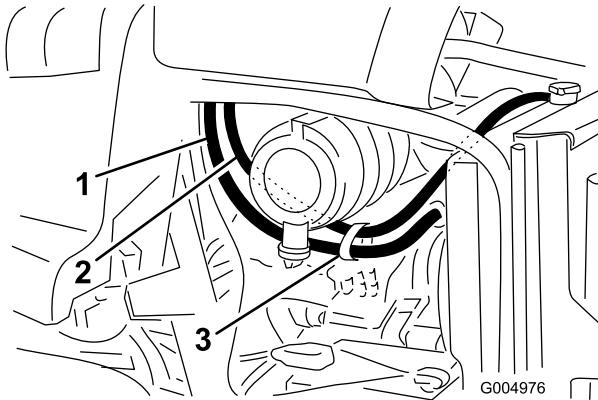

Figura 14
12. Sujete la manguera al acoplamiento en T con una abrazadera de manguera (Figura 14).
1. Enrute la manguera por detrás del depósito de expansión del radiador, hacia arriba por el lado derecho del radiador, por encima del radiador hasta el lado izquierdo y por debajo del limpiador de aire, según se muestra en Figura 14.